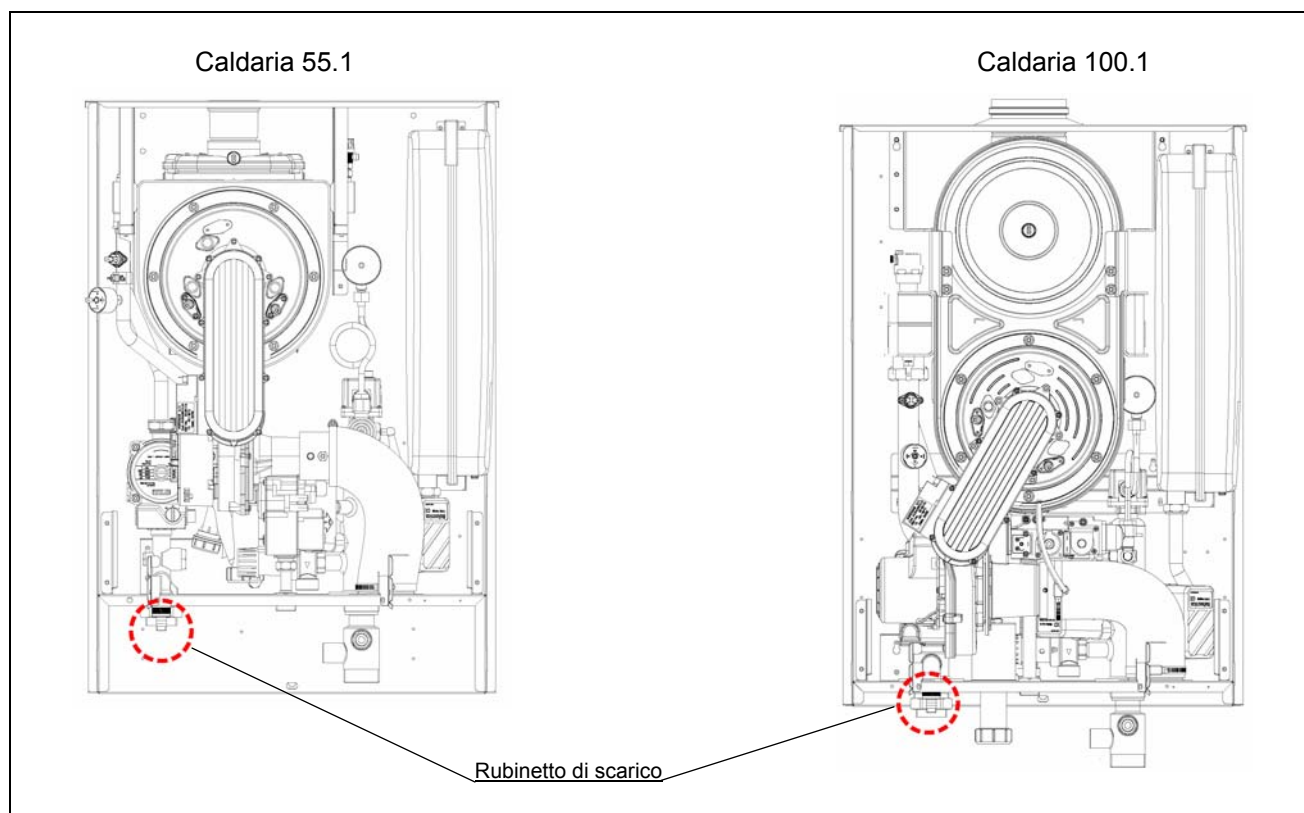

Figura 28 - POSIZIONE RUBINETTO DI SCARICO
- 5) ruotare il rubinetto di scarico dell'impianto (Figura 28);